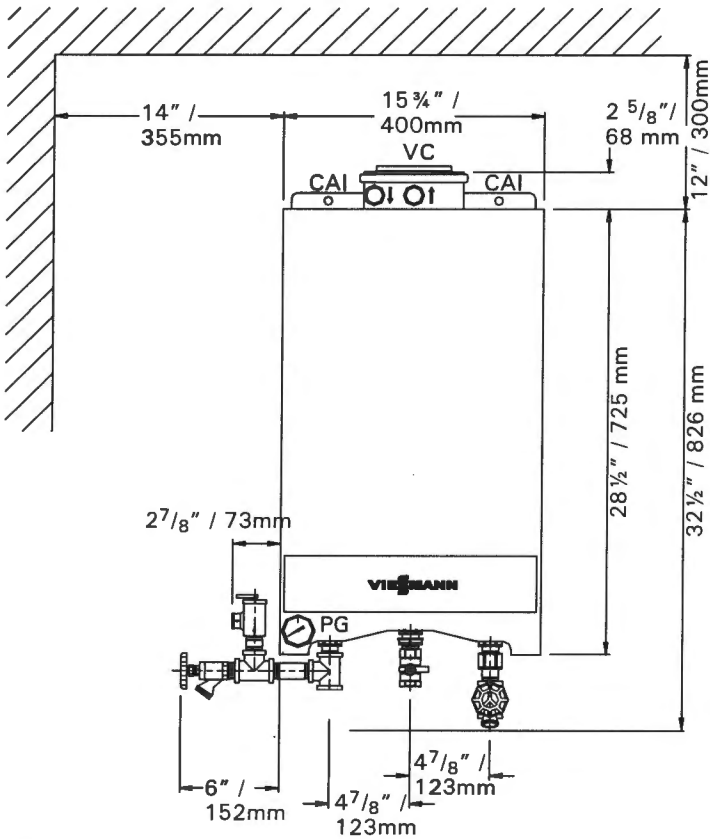

Fig. 2
- a. See fig. 2 for dimensions